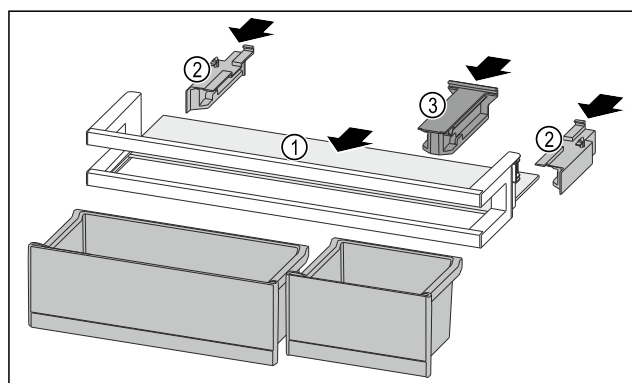

Fig. 233
- Draagplateau Fig. 233 (1) in de zijdelingse uitsparingen schuiven.
- Zijdelen Fig. 233 (2) plaatsen.
- Bevestigingsdeel Fig. 233 (3) plaatsen.